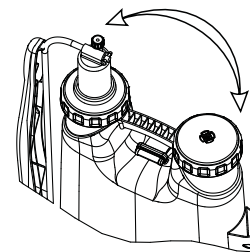
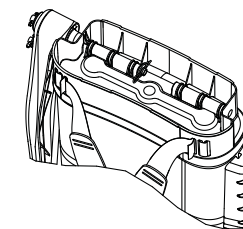
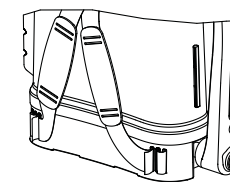

Рис.2
Рис.3
Рис.4
- демонтируйте рычаг (65), шатун (66) и вал (62), удалив все шпильки, шайбы и оси, фиксирующие данные узлы;
- переставьте местами узел насоса вместе с крышкой (74) и сетчатый фильтр с крышкой заливной горловины (48) (Рис.2);
- снимите держатель (76), потянув его вверх вдоль бака, и закрепите его на противоположной стороне бака;
- установите вал (62) в отверстие поддона со стороны узла насоса (Рис.3), наденьте его на шайбу (61) и протолкните до упора;
- в отверстие на валу вставьте шпильку (43);
- в отверстие в верхней части узла насоса вставьте шатун (66), на выступающий край которого наденьте шайбу (44). Закрепите шатун осью (67), установив ее в отверстие шатуна;
- установите рычаг (65) одновременно на шатун и вал;
- установите шайбы соответствующего диаметра и оси (67)
2. Закрепите ремень на верхней части опрыскивателя, продев петлю ремня в "ухо" на опрыскивателе. Закрепите ремень осью (52). Свободные концы ремня закрепите в отверстиях на баке (Рис. 4).